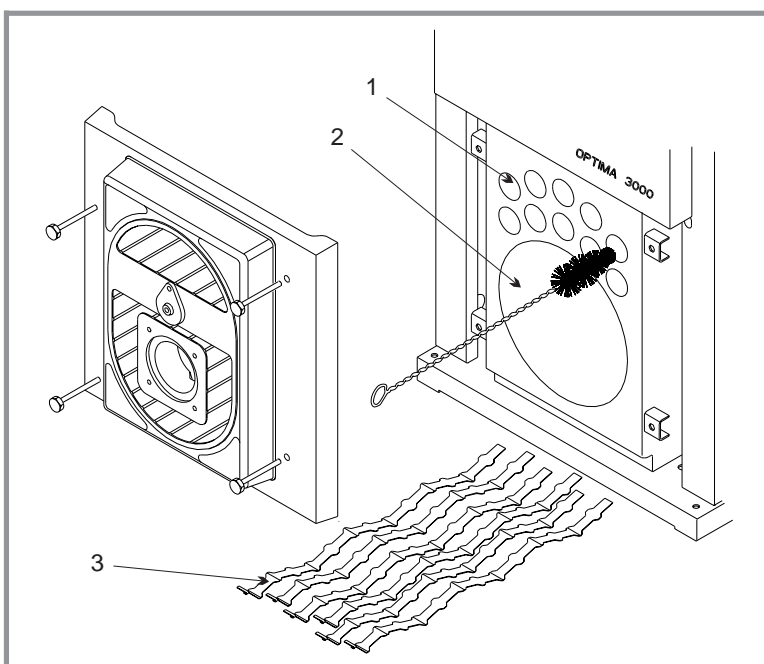

Figure 12
- Nettoyer l'échangeur à l'aide d'une raclette et d'un écouvillon en nylon Ø 50 mm (fig. 12).